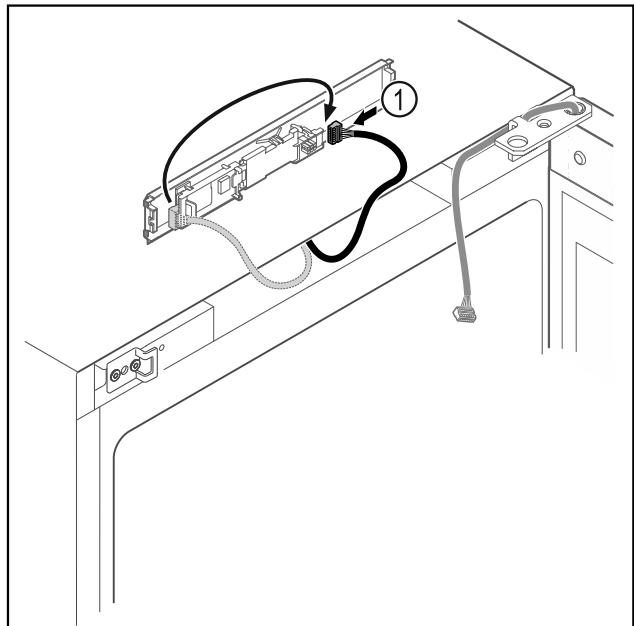

Fig. 8
► Brancher le connecteur *Fig. 8 (1)* de l'autre côté.